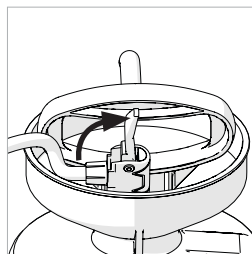

Fig. 2
- Poussez le connecteur de la pompe sur la vanne et soulevez le levier vers le haut, assurez-vous que le raccord ne fuit pas avant de pressuriser le réservoir. **(Fig. 2)**